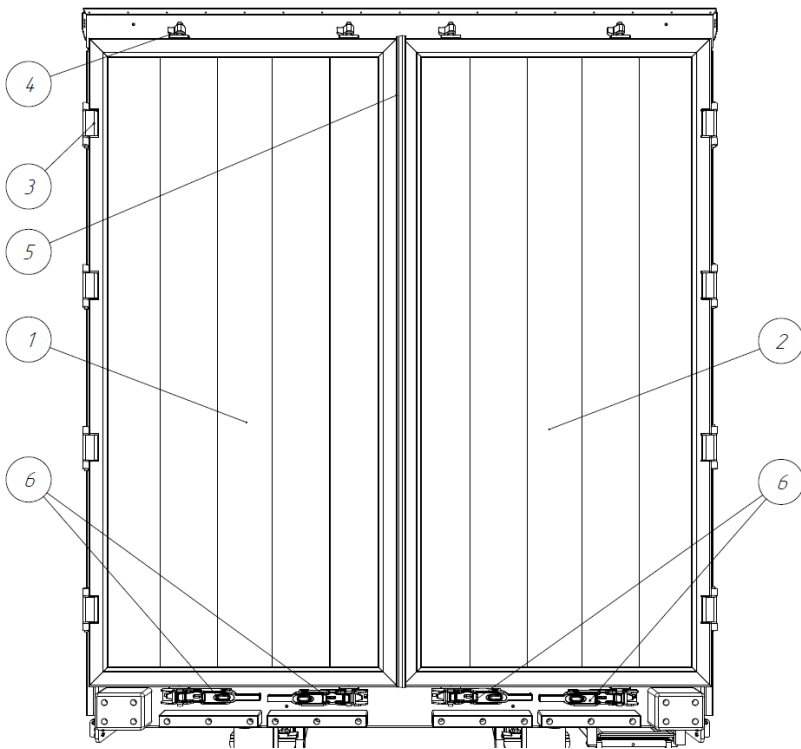

Рис. 1.28 – Задние распашные ворота
Задние распашные ворота (рис. 1.28) состоят из двух створок – левой (1) и правой (2). Створки могут быть изготовлены из алюминиевого профиля или стали. Каждая створка имеет четыре петли навески (3), два штанговых механизма запираения (4) в каждой и резиновый уплотнитель по контуру (5). В нижней части каждой створки расположены две ручки механизма запираения (6) для открывания и закрывания створки с отверстиями для пломбировки.
Автопоезд имеет ограниченные углы наклона в точке сцепки тягача и полуприцепа (пара «ССУ - шкворень»). Максимально допустимые углы наклона (рис. 1.28):